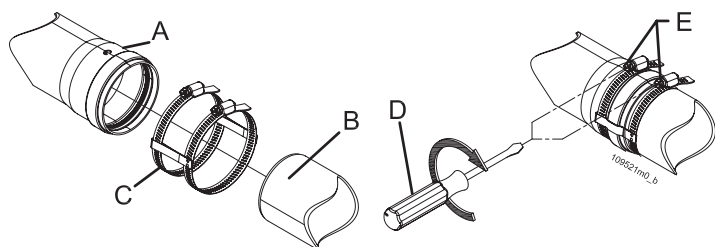

Figure 5-39 - Fixation des conduit d'évacuation et d'aspiration
**ATTENTION !!!** Fixer mécaniquement les encastresments entre les différents éléments qui composent le conduit d'évacuation, à l'aide de systèmes de fixation ou équivalents. Voir la Figure 5-39